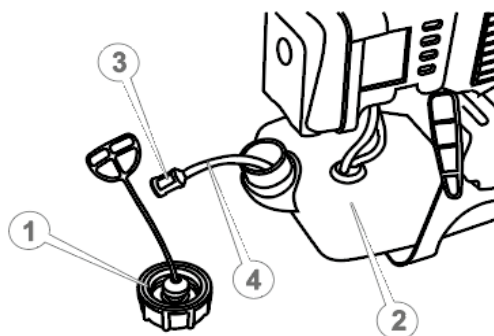

Рисунок 18. Схема обслуговування паливного фільтра
1. Відкрутити кришку (1, рис. 18) заливної горловини паливного бачка (2, рис. 18) та обережно виїняти кришку з бачка.
2. Використовуючи дріт'яну петлю, обережно витягнути паливний фільтр (3, рис. 18).
3. Від'єднати паливний фільтр від паливопроводу (4, рис. 18).